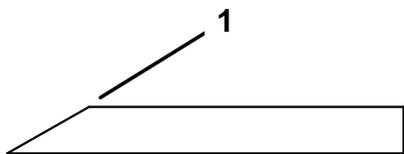

Figure 38
1. Au moyen d'une lime, aiguissez les tranchants aux deux extrémités de la lame (Figure 38).